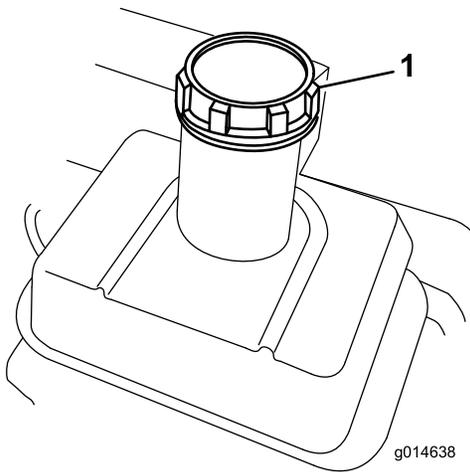

图20
1. 清理燃油箱盖附近的区域，从油箱上取下盖子（图20）。请使用无铅汽油，加油时，油位不得超过滤网的底部。切勿过量添加。